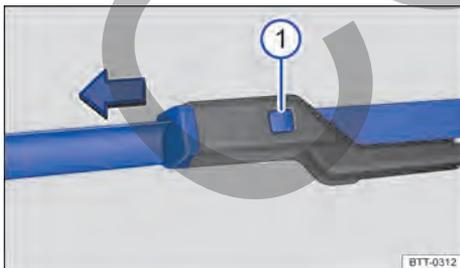

Fig. 146 En el parabrisas: cambio de las escobillas limpiacristales del parabrisas.
3. Mantenga presionada la tecla de desbloqueo y retire al mismo tiempo la escobilla en el sentido de la flecha → fig. 146 ⓘ.